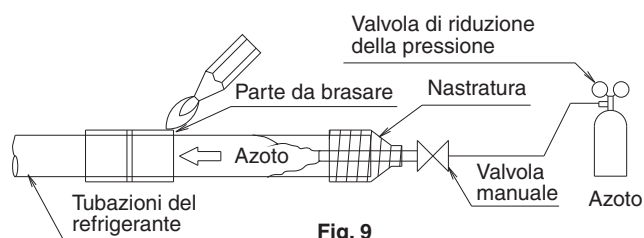

Fig. 9
- Quando si esegue la brasatura della tubazione di raffreddamento, eseguire prima la sostituzione dell'azoto oppure eseguire la brasatura (ATTENZIONE 2) mentre si alimenta azoto nella tubazione di raffreddamento (ATTENZIONE 1) e infine collegare l'unità interna utilizzando le connessioni svasate. (Fare riferimento alla Fig. 9)